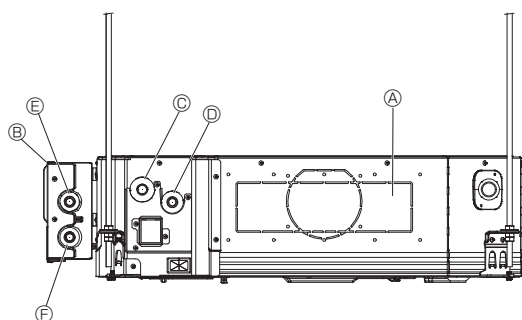

Fig. 4-10
1. Raccordez le tuyau de sortie Ⓓ de l'appareil intérieur au tuyau d'entrée Ⓔ du KIT DE VANNE à l'aide d'un tuyau  $\varnothing 22$  (non fourni). (Fig. 4-10)